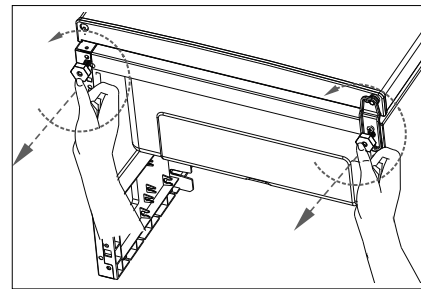

Fig. 1
- ▶ Drej temperaturregulatoren (1) ud over position 1 kortvarigt til position ●. Der høres et klik. Apparatet fra-kobler. Træk derefter netstikket (8) ud af stikkontakten.
- ▶ Fjern fryseskufferne (9) og glashylderne (2/3) som beskrevet i følgende kapitel.
- ▶ Drej begge apparatfødder (7) ud mod uret (fig. 1).
- ▶ Hold frysekabsdøren (4) lukket.